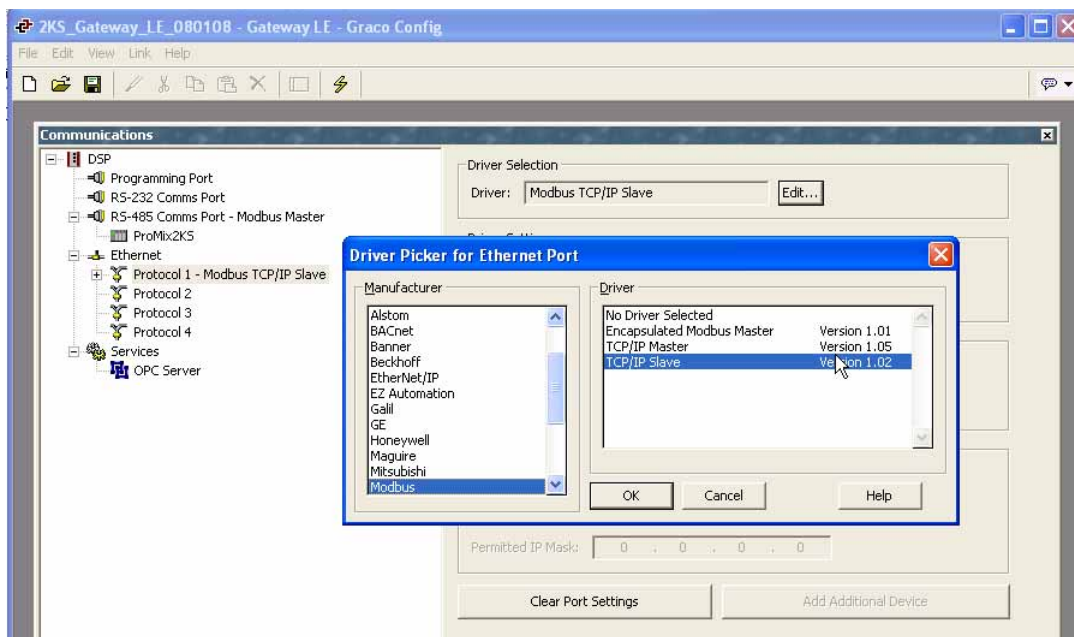

ABB. 19: Protokoll auswählen
2. Siehe ABB. 19. „Protocol 1“ (Protokoll 1) markieren. Auf die Schaltfläche „Edit“ (Bearbeiten) auf der rechten Fensterseite klicken, um das Fenster „Driver Picker“ (Treiberwahl) zu öffnen. Aus den vorgegebenen Listen